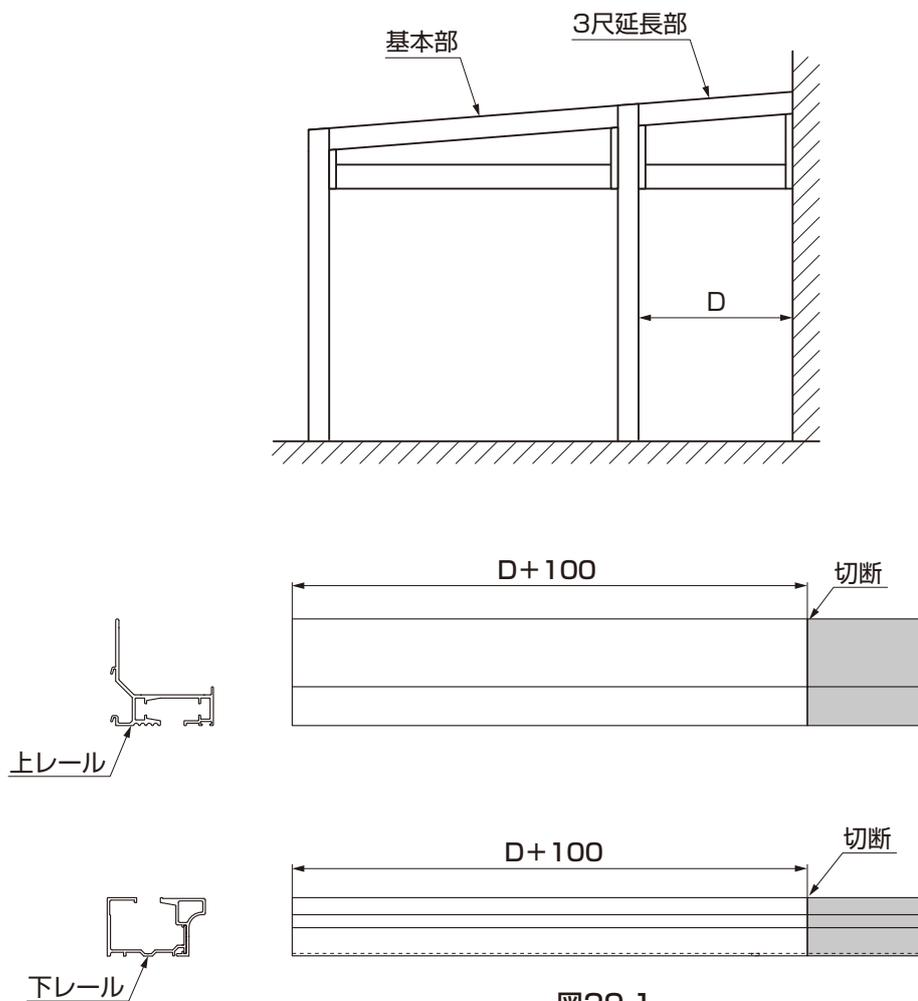

図29-1
①図29-1を参考に、上下レールを加工してください。
- 上レールは切詰めを行なうと左右が出てしまいます。切断の際は注意して作業してください。(図29-1参照)
(2) 3尺延長部下レールの加工